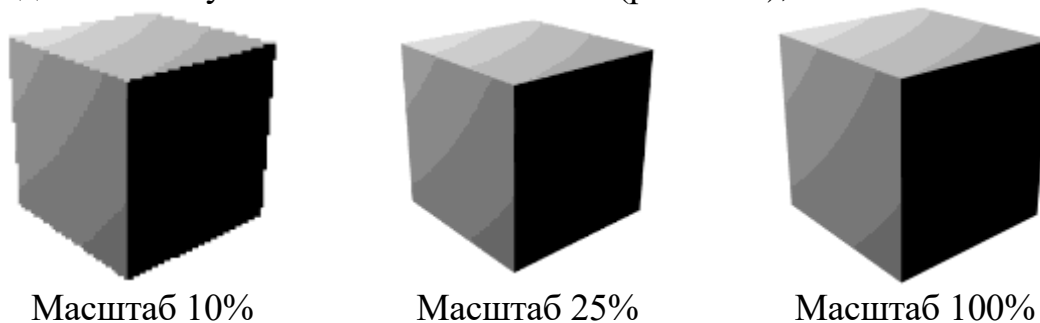

Рис. 27.1
- масштаб в процентах; при увеличении масштаба время расчёта сцены также увеличивается; для предварительного просмотра обычно достаточно установить масштаб **25%** (рис. 27.1);